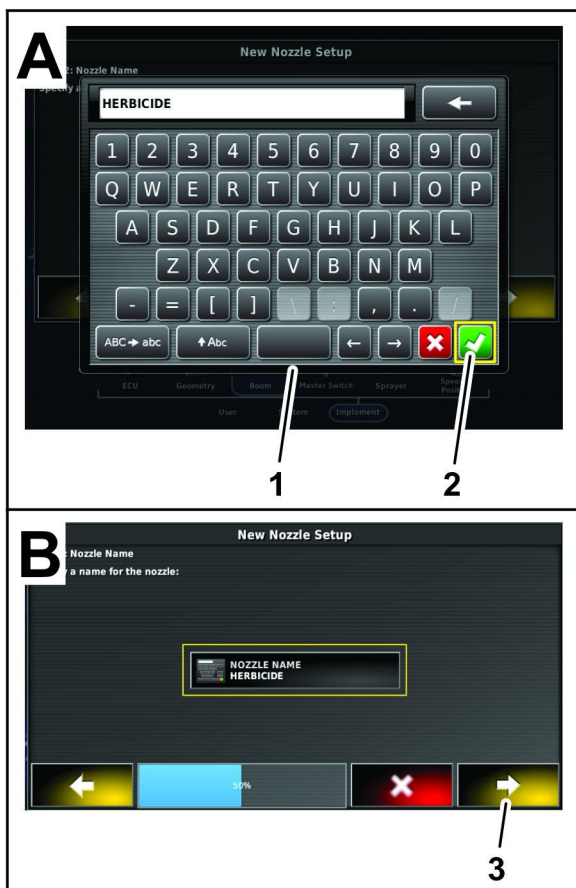

Bild 79
7. Geben Sie den Düsennamen mit der Bildschirmtastatur ein und tippen Sie auf das Bestätigen-Symbol (Bild 79).
8. Tippen Sie in Schritt 2 des Dialogfelds „New Nozzle Setup“ auf das Bestätigen-Symbol (Bild 79).
9. Tippen Sie in Schritt 3 des Dialogfelds „New Nozzle Setup“ auf das Bestätigen-Symbol (Bild 79).